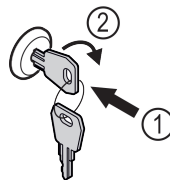

Fig. 240
- Paina avain lukkoon. Fig. 240 (1)
- Kierrä avainta 90° myötäpäivään. Fig. 240 (2)